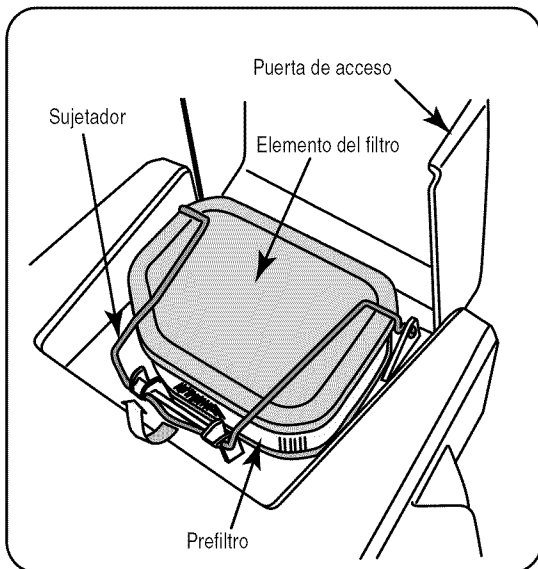

Figura 18
2. Desenganche el sujetador y retire el prefiltro del elemento del filtro de aire. Vea la Figura 18.
6. Gire el sujetador sobre la unidad de filtro y presione el sujetador hacia abajo para reengancharlo. Vea la Figura 18.